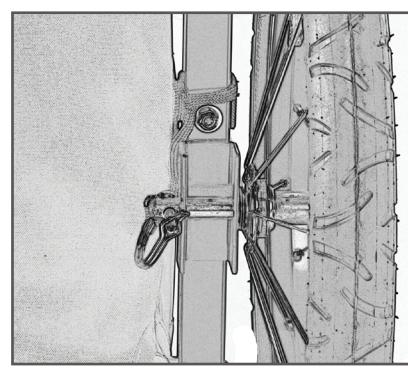

図11
- (ホイール・ブラケット付近のバイク・フレームに繋がれている) Quick-Release ピンをスタブ車軸の穴に全体にスライドさせ、ピンのシャフトの上の端部につなげます(図11)。他のホイールについては以上の手順を行います。